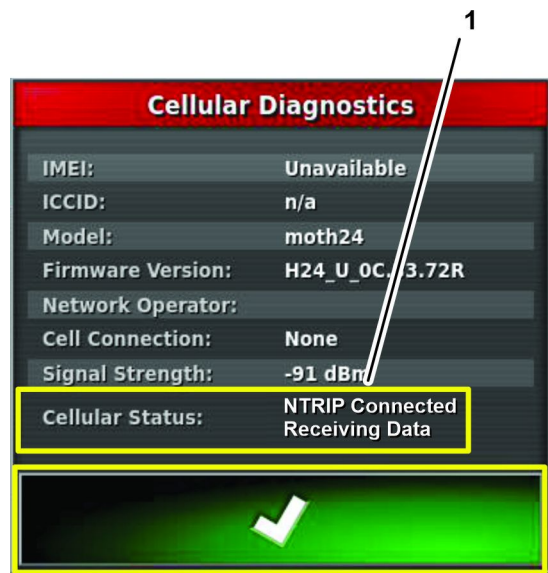

Bild 245
4. Drücken Sie das Symbol MOBILFUNK-DIAGNOSE und vergewissern Sie sich, dass das Statusfeld des Mobilfunks N-TRIP CONNECTED RECEIVING DATA [N-Trip verbunden, Daten werden empfangen] (Bild 245) anzeigt.